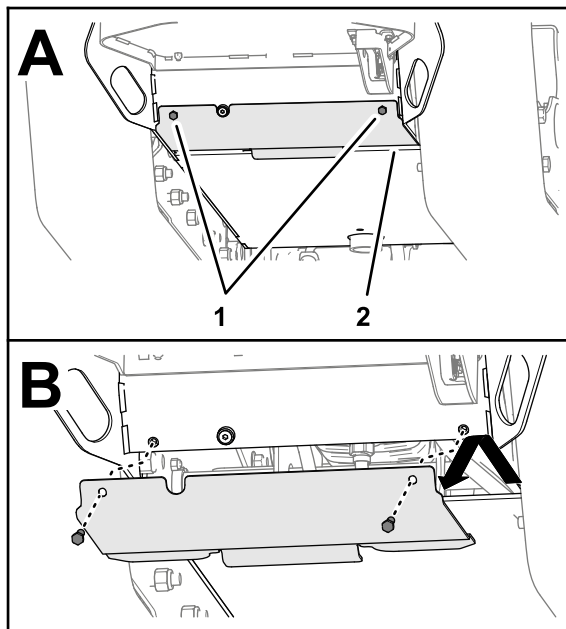

**Figure 2**
2. Déposez le couvercle avant (Figure 2).